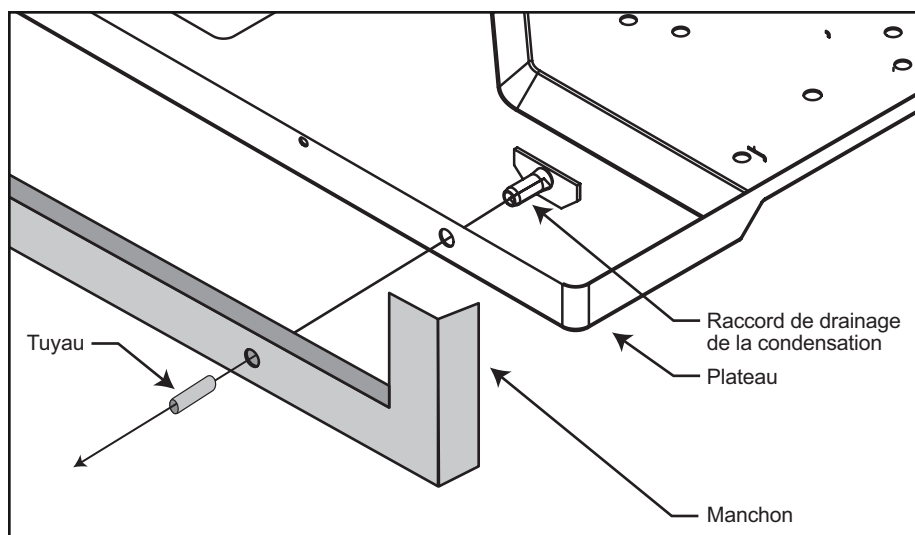

Figure 13
- ÉTAPE 1. Enlever la plaque de vidange à l'arrière du plateau (consulter la Figure 13). Avec les vis de la plaque, installer le joint et le raccord de vidange sur le plateau.